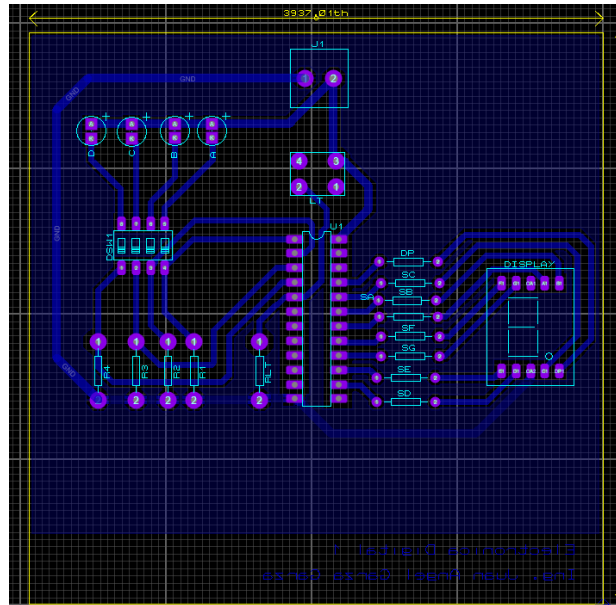

Figura 2: Imagen del Layout del circuito impreso en PROTEUS
9.- Elabore el diseño del PCB como se muestra en la figura 2.